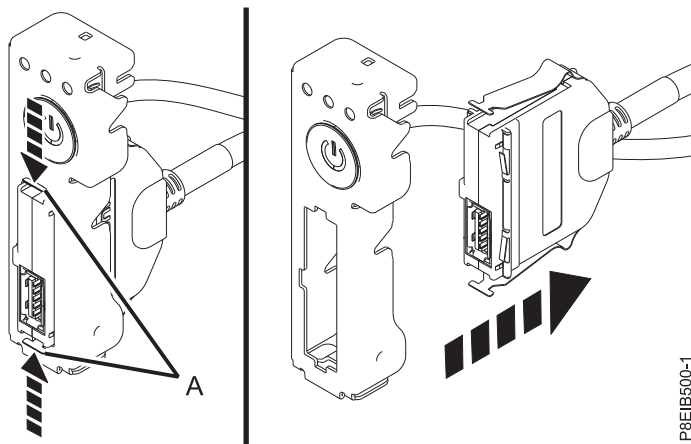

Figura 107. Extracción del cable USB frontal del interruptor de alimentación
10. Presionando los mecanismos de cierre del conector (A), desconecte el cable USB frontal del interruptor de alimentación. Consulte la Figura 107 en la página 93.